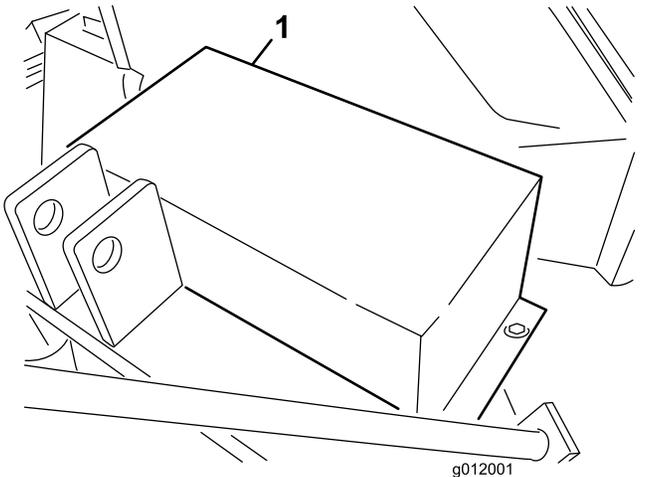

図 13
1. ベルトガードをブロアハウジングに固定しているキャップスクリュー、ワッシャ、ナットを外して、ガードを取り外す 図 13。
2. ベルトガードを取り外す 図 13。